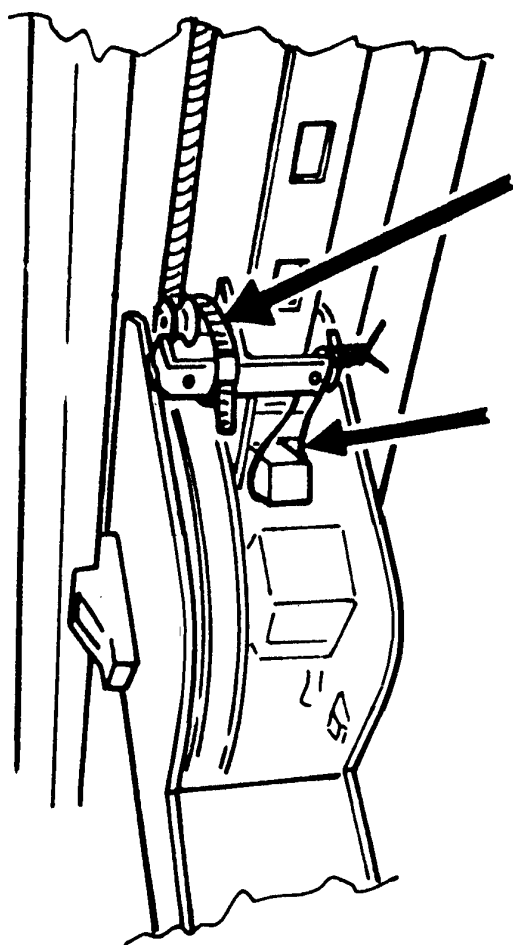

FIGURA 23
- legare il paracadute e i martelletti in posizione di disimpegno (Figura 23);